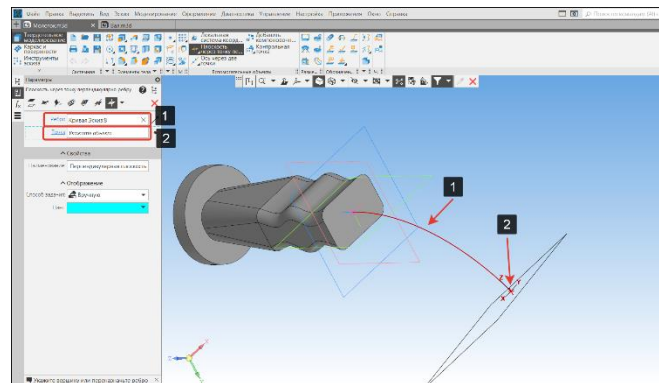

Рисунок 157 – Построение плоскости через точку перпендикулярную к ребру
- Для построения плоскости укажем кривую (1) и точку-привязку (2) (Рисунок 157);